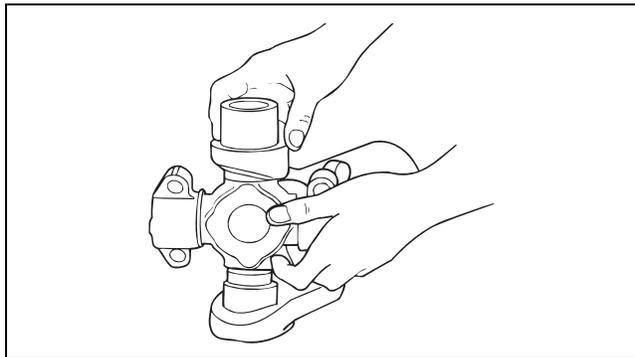

Figura 15
5. Deslice el segundo buje en el muñón. Figura 15.